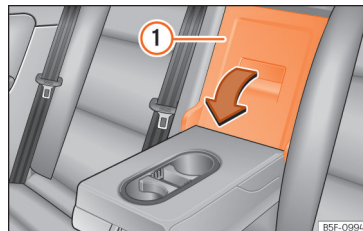

Abb. 177 An der Rücksitzlehne: Öffnung der Durchladeeinrichtung.
- Ziehen Sie den Entriegelungshebel in Pfeilrichtung und schwenken Sie den Deckel der Durchladeeinrichtung »» (Abb. 177) ① vollständig nach vorn.